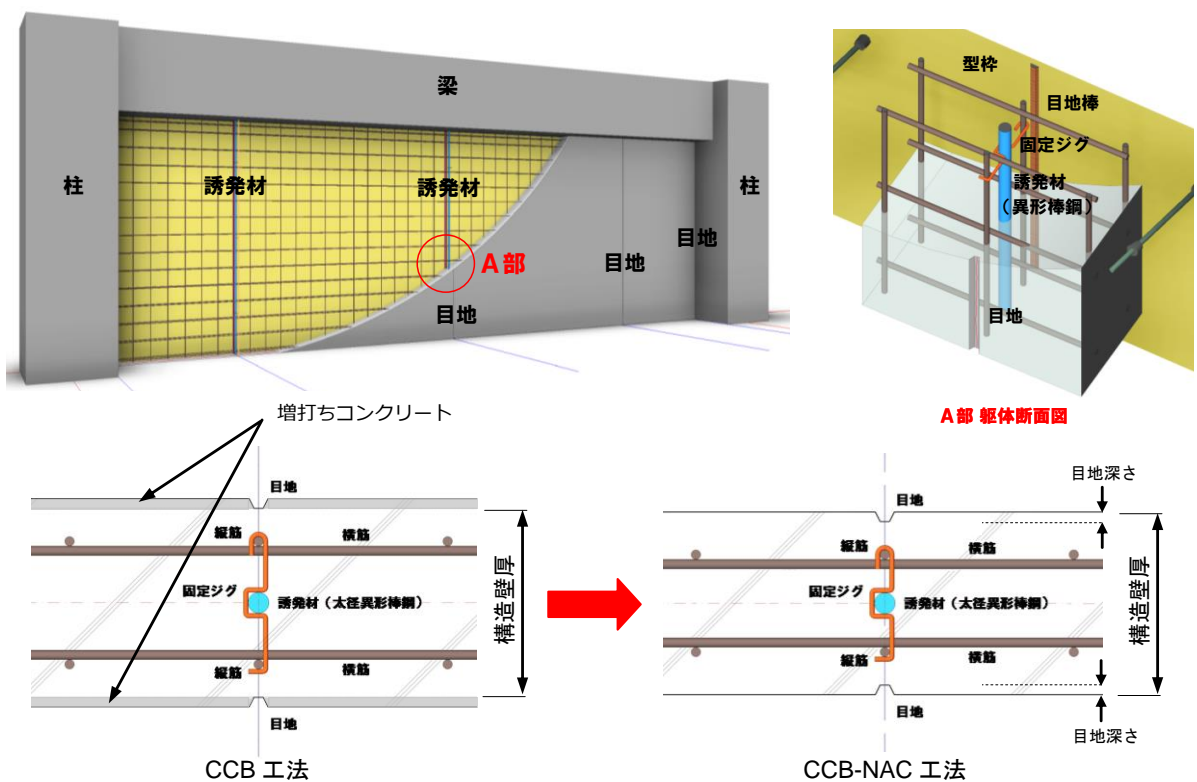

図1 CCB工法とCCB-NAC工法の比較
- ① 総断面欠損率25～30%程度を確保することで、誘発目地内に90%以上の高い確率でひび割れを誘導できるため、防水処理が容易になり、美観を損ないません。
- ② 通常の耐震壁と同等の強度を持つため、雑壁をはじめさまざまな箇所に使用できます。
- ③ コンクリートとの付着性状が良好な表面処理を施さないJISの規格品の異形鉄筋をひび割れ誘発材に用いるため、品質や耐久性などに関する懸念がありません。
- ④ 専用のひび割れ誘発材固定ジグを使用することで、簡易ながらも精度の高い施工が可能です。
- ⑤ 鉄筋工による一連の作業の中でひび割れ誘発材の取り付けが可能であり、類似工法と比較して作業効率に優れ、対策費用が安価です。
- ⑥ CCB-NAC工法を用いた耐震壁の耐力は、構造壁厚を目地底ではなく全壁厚として評価できるため、CCB工法採用の際に必要な目地深さ厚の増打ちコンクリートが不要になります(図1)。